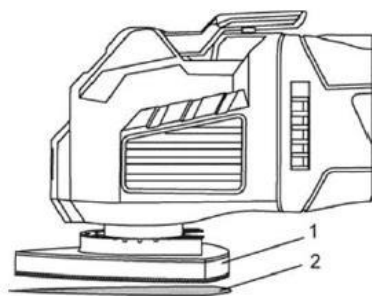

Fig. 4
1. Instalați suportul abraziv cu velcro (1) pe accesoriu (fig. 4).
2. Apăsați ferm șmirghelul (2) de suport, cu velcro.
2. Fixați șmirghelul pe suportul de șlefuit (fig. 4).